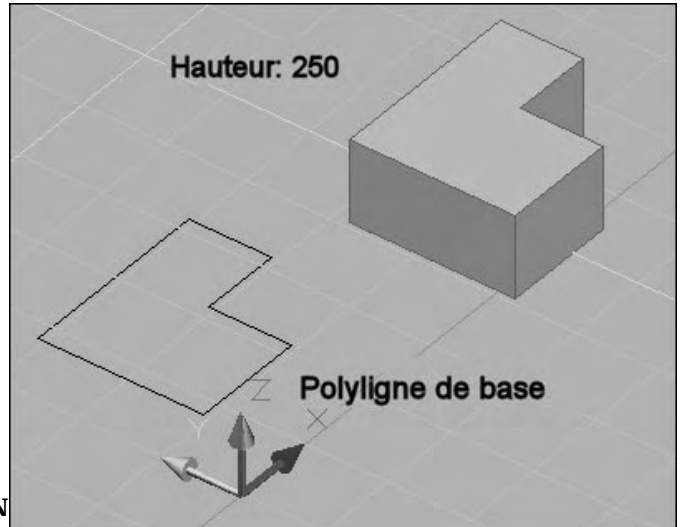

Fig.4.3
- 3 Spécifiez la hauteur (fig.4.3).